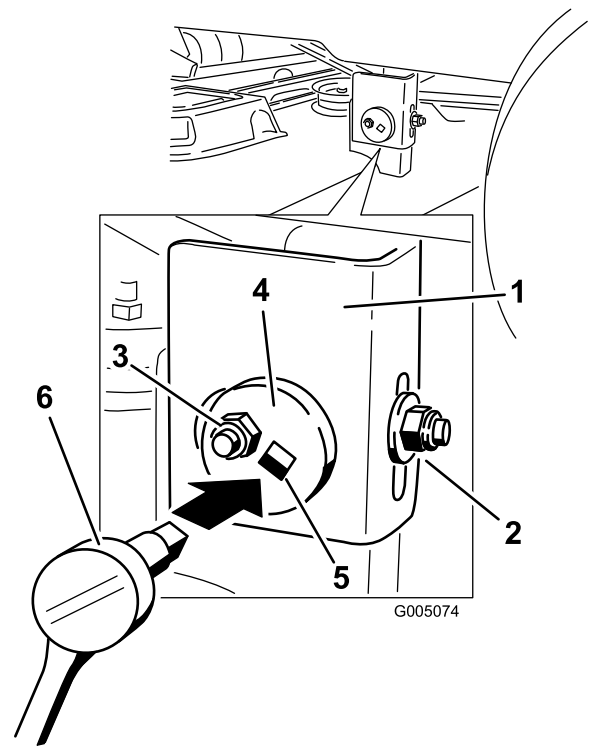

Figura 48
- Mueva al lado izquierdo de la máquina. Afloje, pero no retire, la tuerca de bloqueo trasera de la barra de soporte (Figura 48).
- Afloje la tuerca de bloqueo lateral de la barra de soporte lo suficiente para permitir ajustar la placa excéntrica (Figura 48). Utilice una llave de extensión de 3/8 pulg. de una llave de tubo para manipular la placa excéntrica. Utilice la llave para ajustar la altura de la plataforma del cortacésped a la altura deseada.
- Cuando la plataforma esté en la posición deseada, apriete la tuerca de bloqueo lateral de la barra de soporte para fijar la posición nueva (Figura 48). Apriete la tuerca de bloqueo trasera de la barra de soporte.